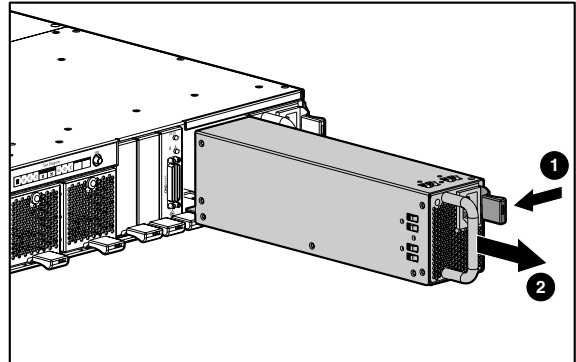

Abbildung 4: Herausnehmen des Netzteils
1. Drücken Sie die dunkelrote Modulverriegelung des Netzteils nach oben ❶, und ziehen Sie das Netzteil aus der Systemeinheit ❷, wie in Abbildung Abbildung 4 gezeigt.